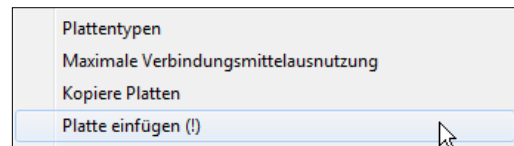

Abb. F 55
*Platten einfügen*. Dieser Befehl steht nur dann zur Verfügung, wenn es sich dabei um einen Knotentyp der gleichen Art handelt. Weicht die Knotengeometrie vom Ursprungsknoten ab, wird dies durch (!) nach Anwendung des Befehls *Platte einfügen* kenntlich gemacht (Abb. F 55). Des Weiteren erhalten Sie eine Warnung darüber, dass die Knotengeometrie nicht genau die gleiche wie beim Ursprungsknoten ist.